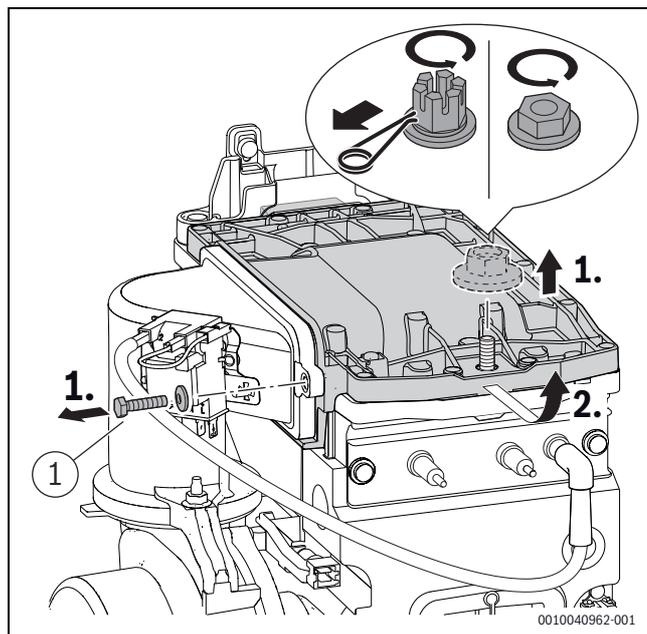

Bild 52 Brennerdeckel ausbauen
- ▶ Schraube ([1], Bild 52) am Brennerdeckel mit 5,5+0,5 Nm festziehen.